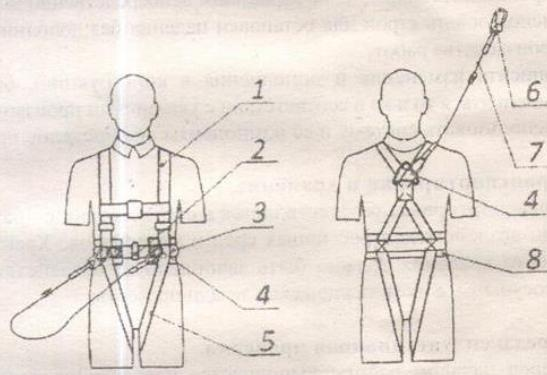

Рис.1
**Страховочные, удерживающие привязи** – предназначены для страховки, удержания, позиционирования и ограничения перемещения в пространстве. Применяются при выполнении монтажных, строительных, восстановительных, спасательных и других видах работ на высоте, а также для работы в колодцах, траншеях и других замкнутых пространствах, в комплектации с когтями и лазами применяются для работ на воздушных линиях электропередачи и связи. (Рис.1) Эксплуатация в различных климатических условиях при температуре окружающей среды от -40°C до +50°C.